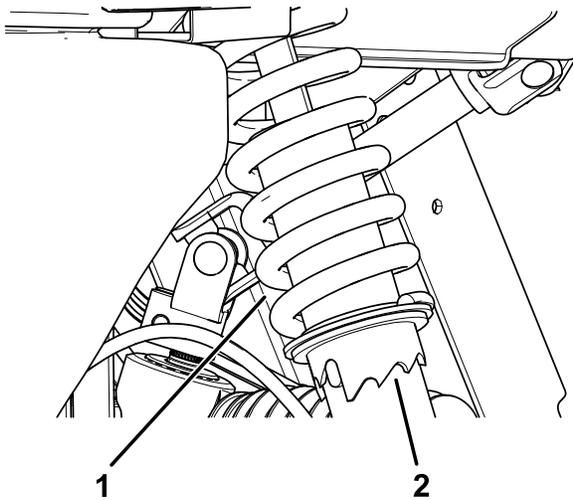

Figura 46
1. Utilizando a ferramenta Toro 6010, rode o anel no amortecedor para alterar a carga prévia da mola (Figura 46).